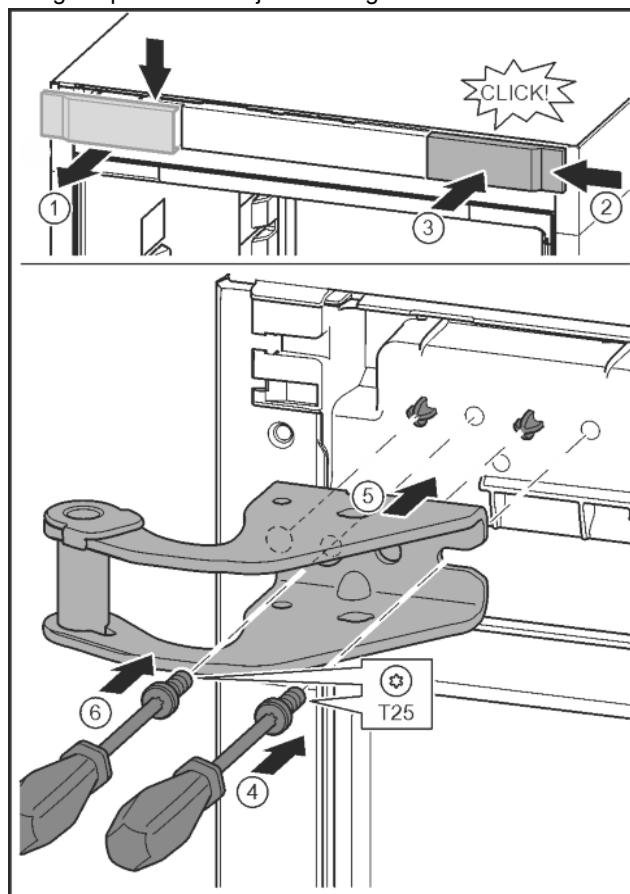

Fig. 12
- Otpustite pokrov i skinite ga bočno. Fig. 12 (1)
- Objesite pokrov okrenut za 180° na drugoj strani s desne strane. Fig. 12 (2)
- Pustite da pokrov uskoči. Fig. 12 (3)
- Odvijačem T25 postavite vijke. Fig. 12 (4)
- Postavite gornji podložak ležaja. Fig. 12 (5)
- Pritegnite vijak. Fig. 12 (4)
- Odvijačem T25 umetnите i pritegnite vijak. Fig. 12 (6)